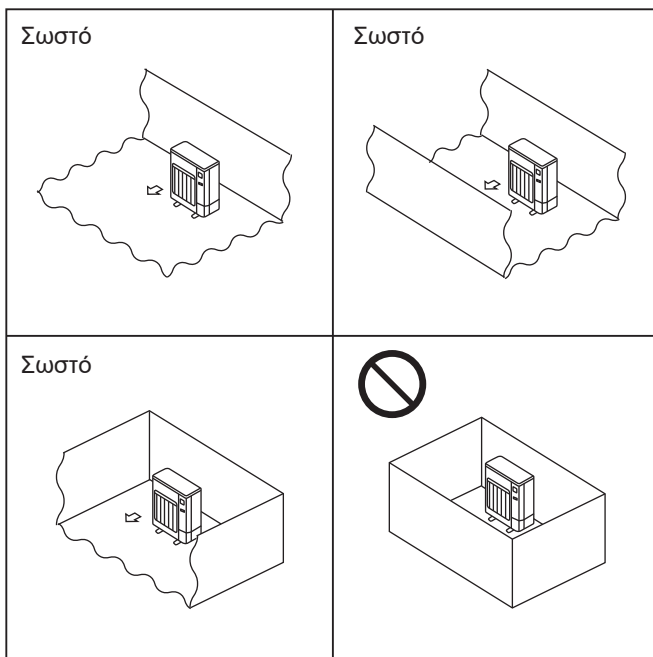

Fig. 2-1
- Ⓞ Εγκαθιστάτε τις εξωτερικές μονάδες σε χώρους όπου τουλάχιστον μία από τις τέσσερις πλευρές είναι ανοικτή και σε επαρκώς μεγάλους χώρους χωρίς συμπίεσεις. (Fig. 2-1)